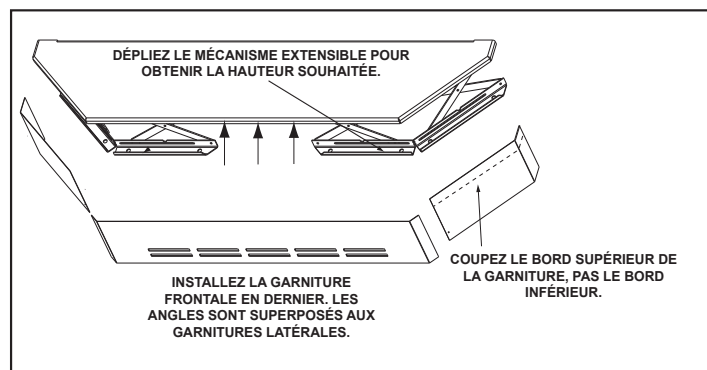

Figure 24.2
2. Dépliez les mécanismes extensibles à la hauteur souhaitée. Utilisez un tournevis à tête cruciforme et serrez les vis pour bloquer les mécanismes en place. **Voir la figure 24.2.**
3. Mesurez les garnitures frontales et latérales de façon à ce qu'elles soient suffisamment hautes pour recouvrir les mécanismes extensibles et faites une marque au crayon avant de les couper. Coupez la garniture en trop sur le bord supérieur, pas le bord inférieur. Le bord est tranchant. Portez des gants pour éviter de vous blesser. **Figure 24.2.**